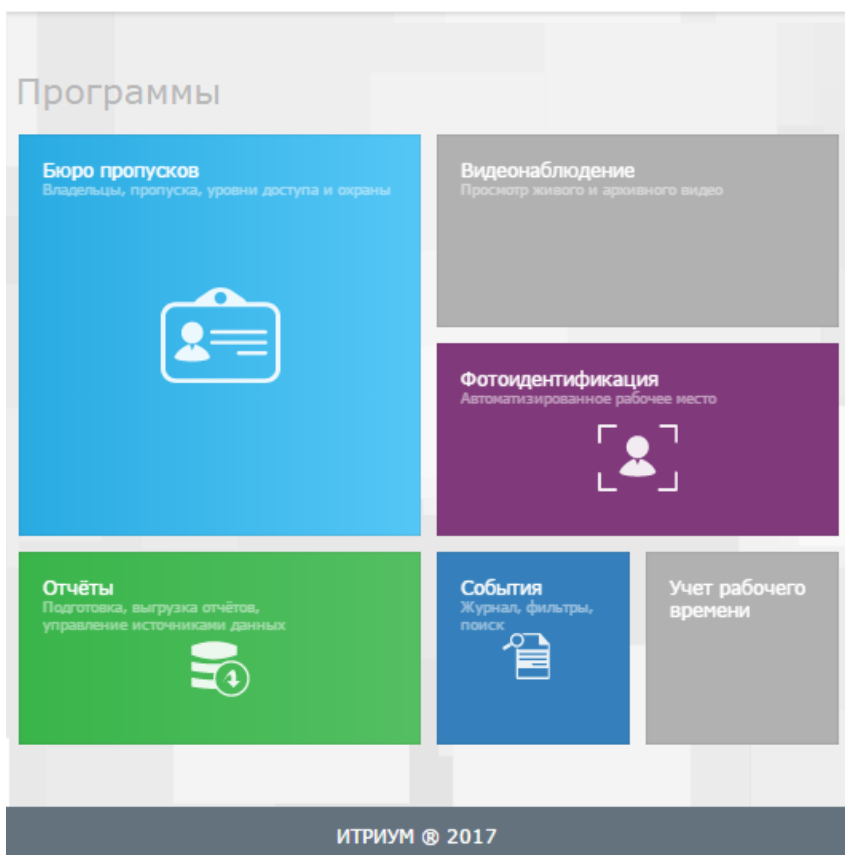

Рисунок 10.26 — Рабочий стол. Блок **Программы**
1. Блок **Программы** (рисунок 10.26) содержит перечень прикладных программ: